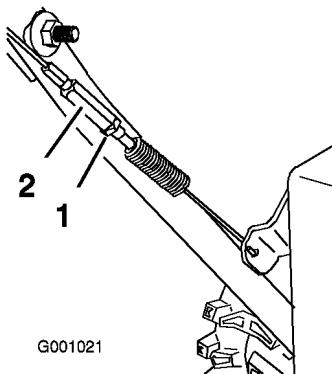

Figura 37
3. Serrate il controdado (Figura 37).